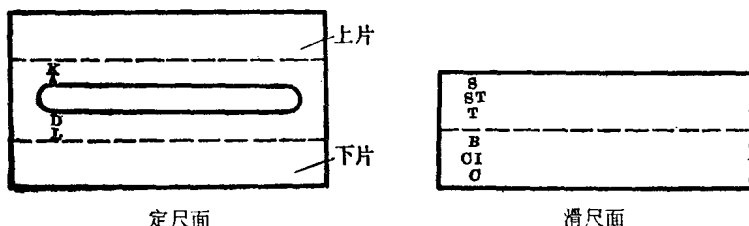

图 2
(1) 尺面 本书附页就是计算尺的尺面，它是将各条刻度印刷在卡纸上而成的。尺面有“定尺面”和“滑尺面”两片(图2)。我们先按照划线将两片尺面分开，再把定尺面中间一条“”形纸片取下。